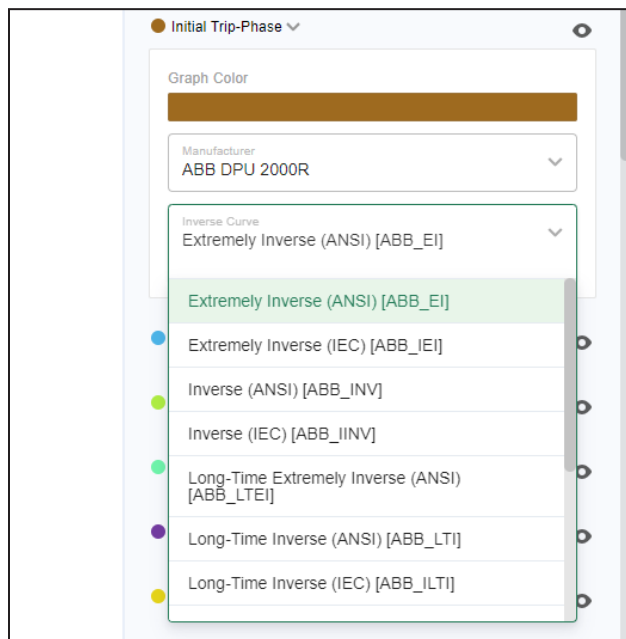

Figura 16. Menu suspenso para seleção de curva do dispositivo emulado.
PASSO 2. Depois que o dispositivo emulado foi selecionado, selecione a curva TCC. Ver Figura 16.